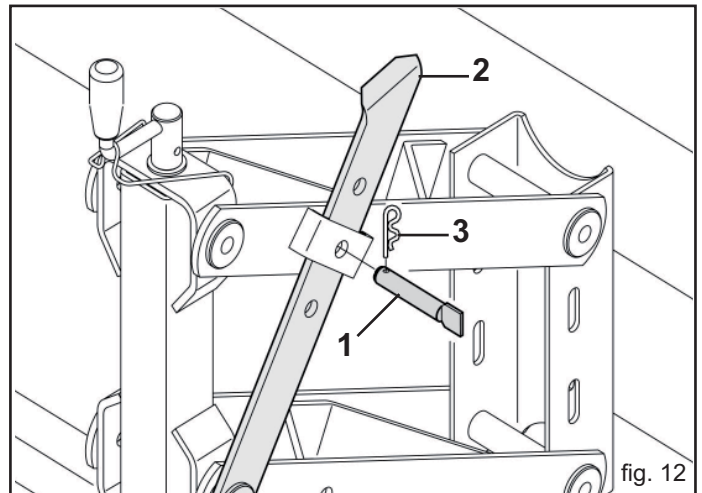

fig. 12
Para desconectar la binadura de un elemento, levántelo y engánchelo con el pasador suministrado (1) en el agujero central (Fig. 12).